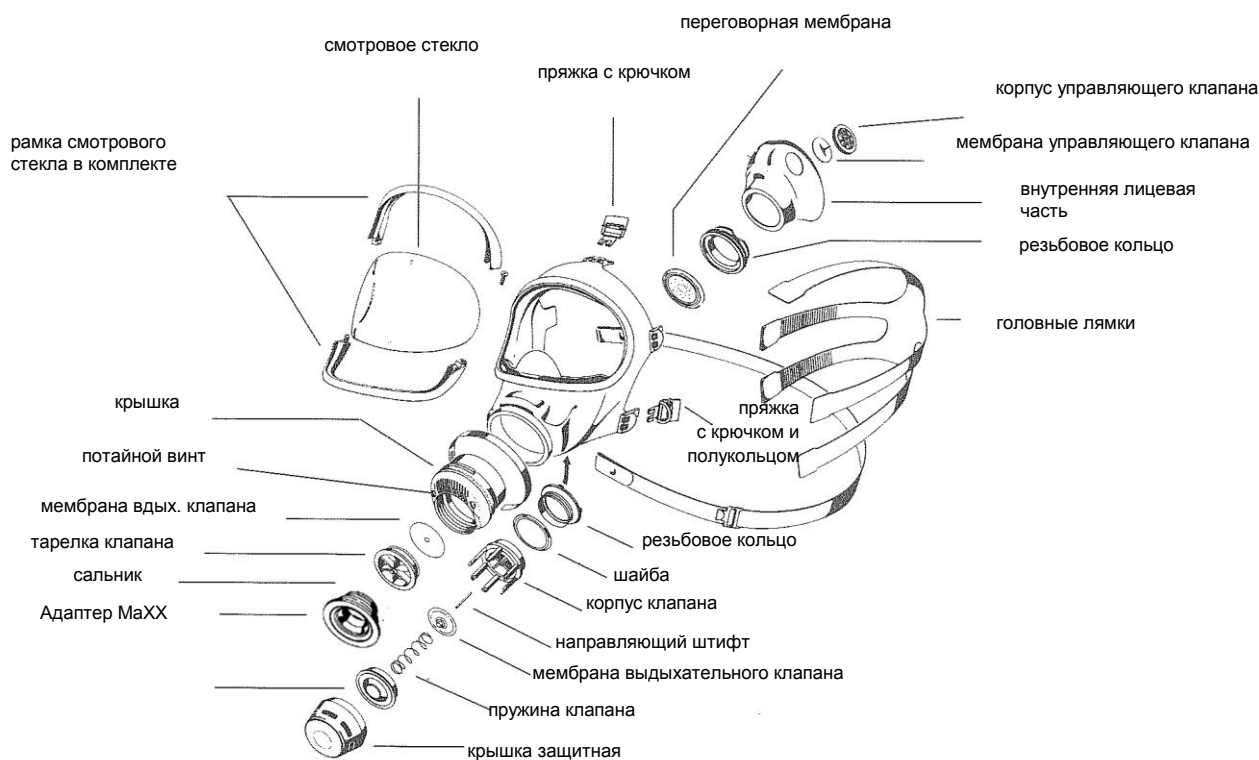

Рис. 1
3.1 Устройство (Рис.1)
Для замены переговорной мембраны отстегивается внутренняя лицевая часть лицевой части и ключом вывинчивается резьбовое кольцо. Новая переговорная мембрана устанавливается уплотнительным кольцом к соединительному элементу (Рис. 1). Сроки замены см. в п.7.